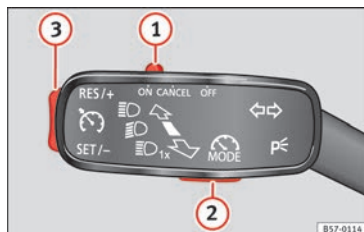

Fig. 189 A la izquierda de la columna de la dirección: mando y teclas para manejar el limitador de velocidad.
Si desea desactivar temporalmente el limitador de velocidad, p. ej., para adelantar, sitúe el mando » fig. 189 ① de la palanca de los intermitentes en la posición **CANCEL** o sitúe la tercera palanca en el punto de presión **CANCEL** o pulse la tecla ② de cualquier palanca.